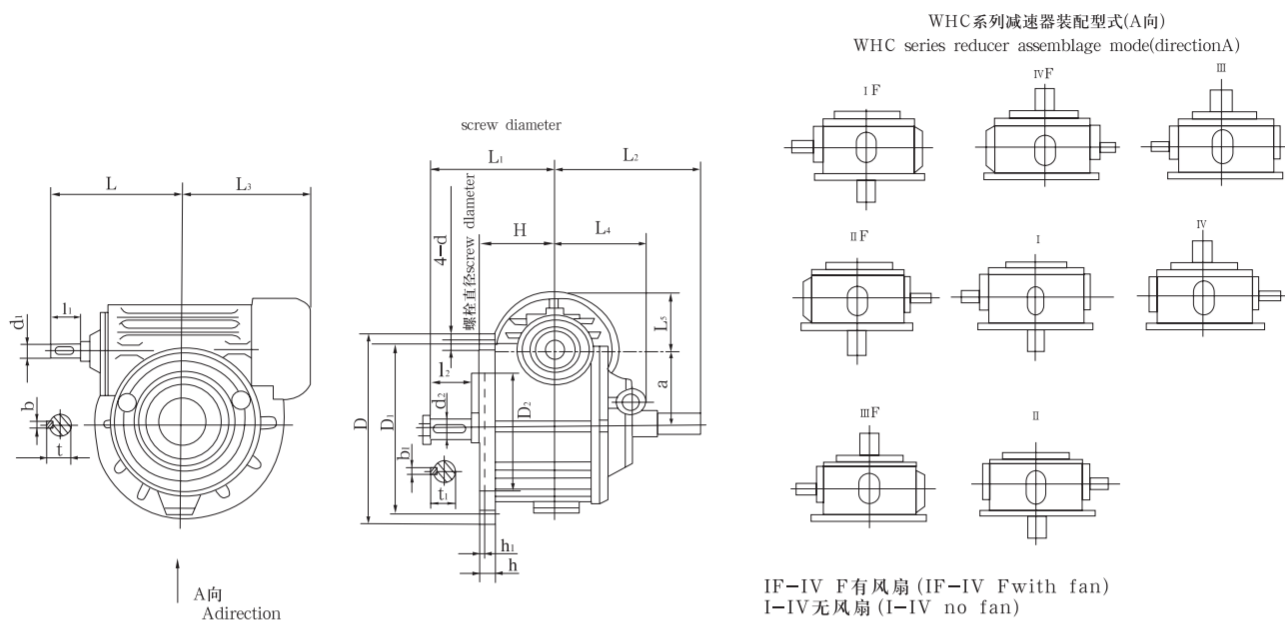

图 5 Drawing 5
d) WHC 型——蜗杆在蜗轮之侧，见图 5。
4.4 WHC 系列减速器的外形及安装尺寸见图 5, 表 7。